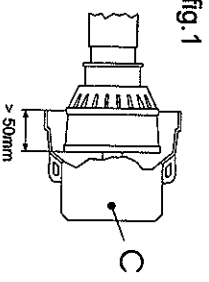

fig.1
- 1) Assicurarsi che sia presente la contro-cuffia C di protezione per moltiplicatore, allo scopo di impedire contatti accidentali con gli organi in movimento: la contro-cuffia deve sovrapporsi per almeno 50mm alla protezione dell'albero cardanico (fig.1)
- 1) Vergewissern Sie sich, dass die Schutzhaube C für das Übersetzungsgetriebe vorhanden ist, um zufällige Berührungen mit den in Bewegung befindlichen Organen zu vermeiden. Die Schutzhaube muss zum Schutz der Kardanwelle mindestens 50 mm überstehen (Abb. 1).
- 1) Check that the protective hood C is fixed on the alternator in order to avoid accidental contacts with the moving parts: the protective hood must overlap of at least 50mm the PTO shaft guard (fig.1)
- 1) Assurez-vous que le contre-coffre C de protection est bien présente, afin d'éviter tout contact accidentel avec les organes en mouvement: la contre-coffre doit surmonter d'au moins 50mm la protection de l'arbre à cardan (fig.1)